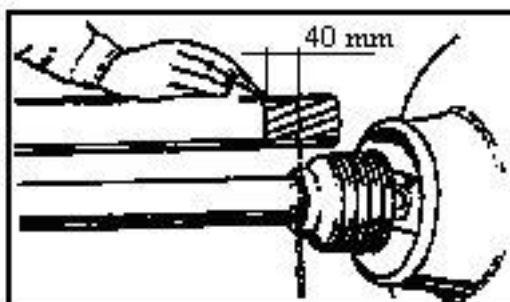

Bild 2: abzusägendes Stück markieren
3. Markieren Sie in der kürzesten Arbeitsstellung auf einer Hälfte der Gelenkwelle das abzusägende Stück (siehe Bild 2).